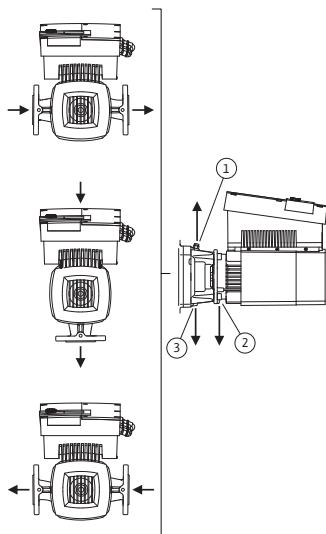

Fig. 23: Lubatud paigaldusasendid
Horisontaalse mootorivõlli ja elektroonikamooduliga ülespoole (0°) lubatud paigaldusasendid on kujutatud joonisel Fig. 23. Joonisel ei ole kujutatud külje peale monteeritud elektroonikamooduliga lubatud paigaldusasendid ($\pm 90^\circ$). Lubatud on kõik paigaldusasendid peale elektroonikamooduli allapoole asendi (-180°). Õhu eemaldamine pumbast on tagatud ainult siis, kui õhueemaldusventiil on suunatud üles (Fig. 23, pos. 1).
Ainult selles asendis (0°) saab tekkiva kondensaadi puuraukude, pumba distantsääriku (Fig. 23, pos 3) ja mootori (Fig. 23, pos 2) kaudu sihipäraselt ära juhtida. Eemaldage selleks pistik mootori äärikult (Fig. 7, pos 7a).